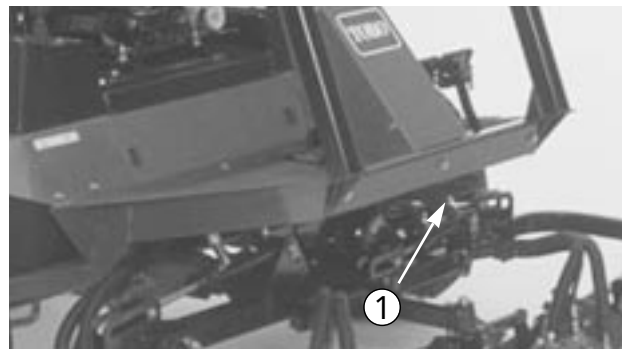

図 34
2. 前フレーム部材の中央部（図34）に、チェーンやロープなど適当な牽引索を取り付ける。